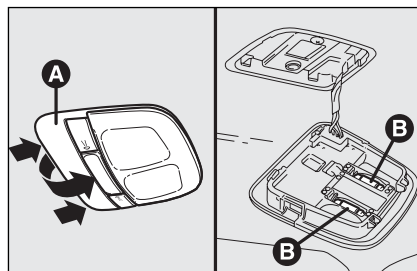

fig. 46
- ☐ quite las lámparas de techo **A**-fig. 46 haciendo palanca en los puntos indicados por las flechas (en correspondencia a las patillas de fijación);